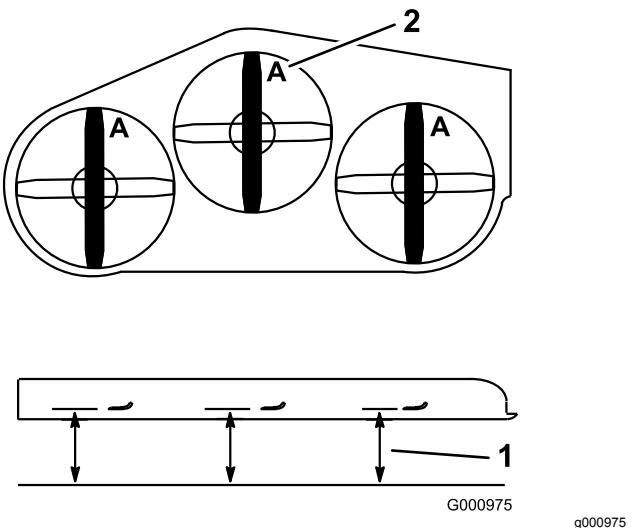

**Figura 74**
1. Inspeccione los filos de corte (Figura 74).
4. Si observa fisuras, desgaste o la formación de una ranura en esta zona, instale de inmediato una cuchilla nueva (Figura 74).